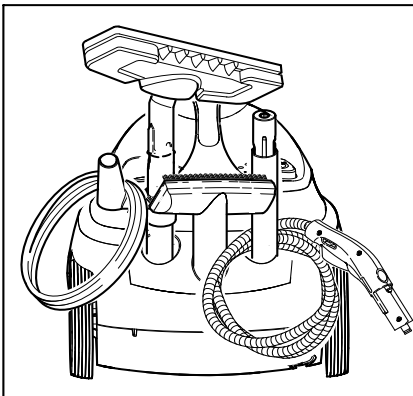

Abbildung 8
- Verlängerungsrohre in die großen Zubehörhalter stecken (siehe Abbildung 8).
- Handdüse (E1) in den mittleren Zubehörhalter stecken (siehe Abbildung 8).